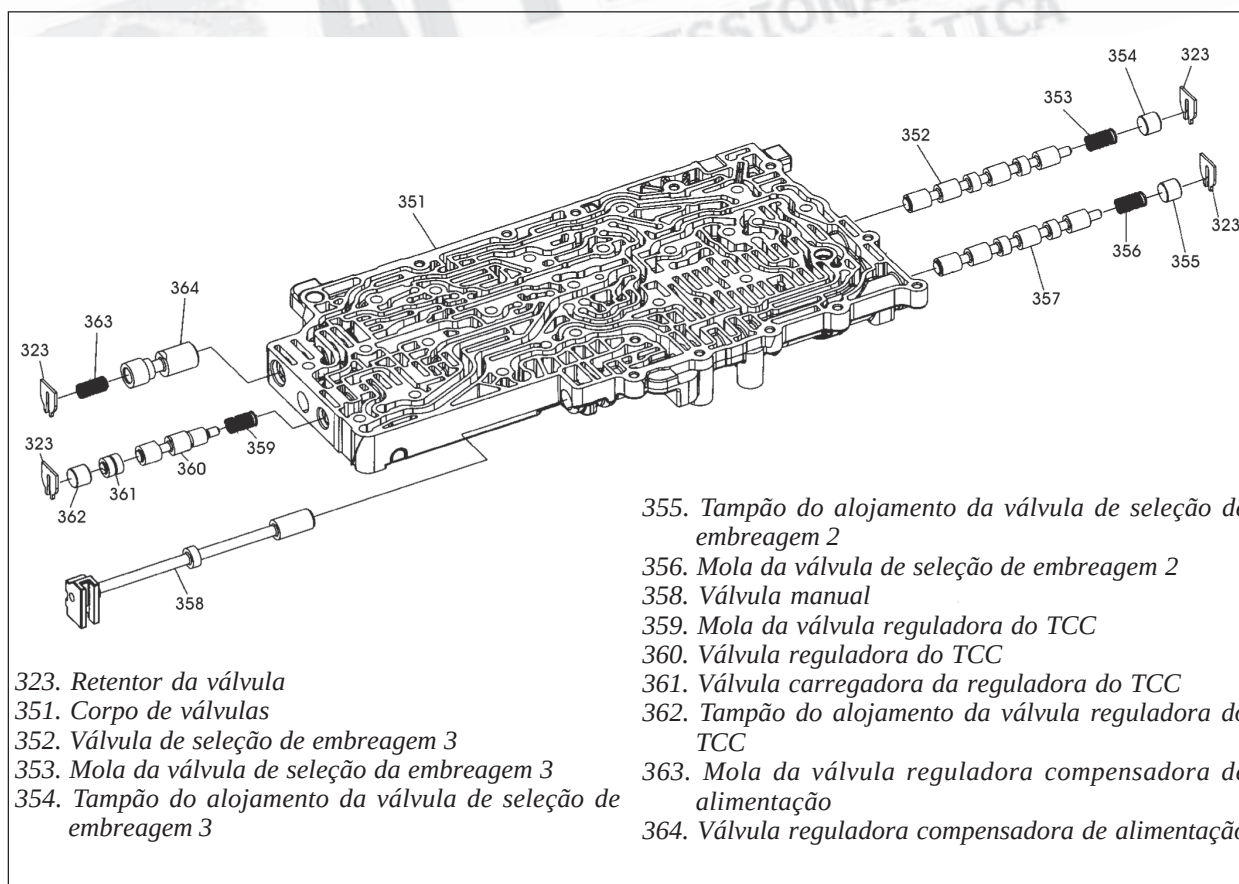

Figura 140
8. Desmonte o corpo de válvulas inferior utilizando a figura 140 como guia.
12. Instale cada válvula, mola e tampão EXATAMENTE como foram removidos de seus alojamentos, conforme mostra a figura 140, lubrificando-os com DEXRON VI à medida que forem instalados.